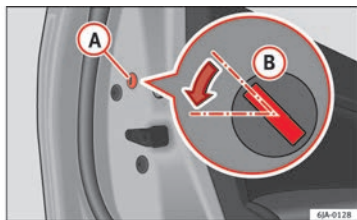

Fig. 48 Puerta trasera: bloqueo de emergencia.
- Quite la tapa (A) ⇒ fig. 48.
- Introduzca la llave en la ranura (B) y gírela en el sentido de la flecha hasta la posición horizontal (en la puerta derecha en sentido contrario).